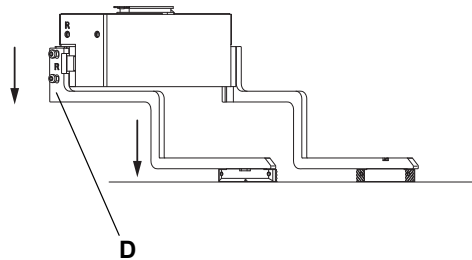

Fig. 5-6 Instalación/retirada de las garras de pinza
- 3 Conecte el tubo de lavado (A) y el tubo de residuos (B) con los racores correspondientes de la unidad de lavado y del bloque de lavado (preste atención a las etiquetas de los tubos, D).
- Consulte también Fig. 5-8, Fig. 5-6.